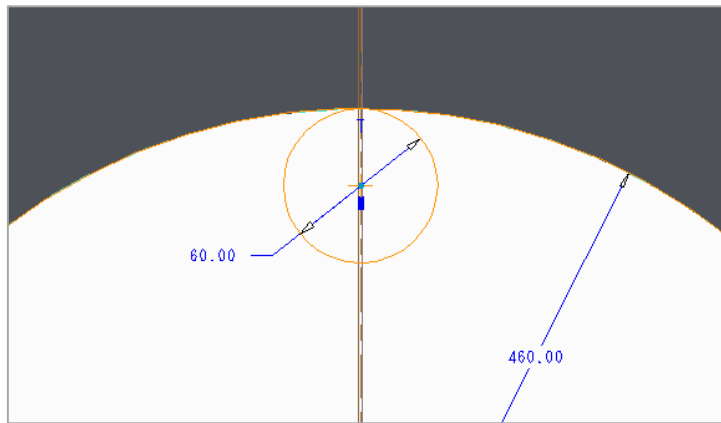

Fig.9 直径460の円に接する、直径60の円
6. Fig.9のように直径460の円に接する直径60の円を描く。